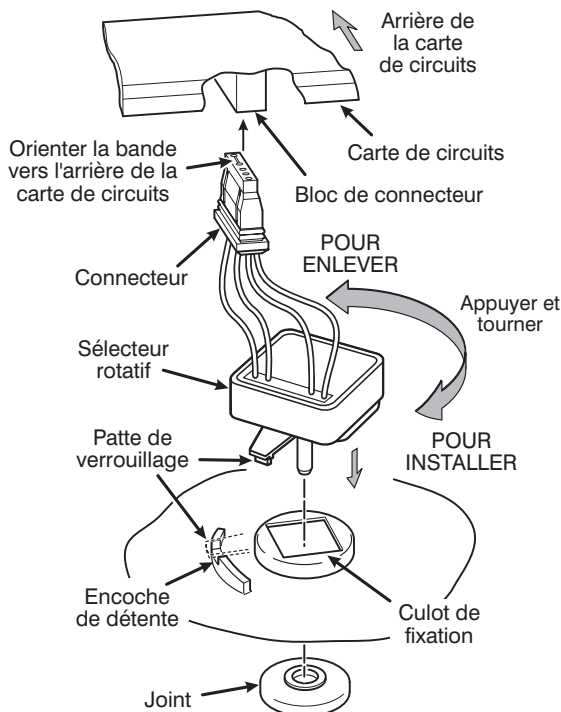

Figure 7
8. Enlever les cinq vis de fixation de la carte de circuits. Lever le bord arrière de la carte. Voir figure 7. Lever la patte de verrouillage de chaque sélecteur rotatif. Faire tourner les sélecteurs de 45° vers la gauche et les enlever du panneau de commande. Si nécessaire, tirer le connecteur de chaque sélecteur, du bloc de connecteur, sur la carte de circuits.
1. Installer chaque sélecteur rotatif en l'orientant d'abord comme le montre la figure 7. Insérer le sélecteur dans le culot de montage, dans le panneau de